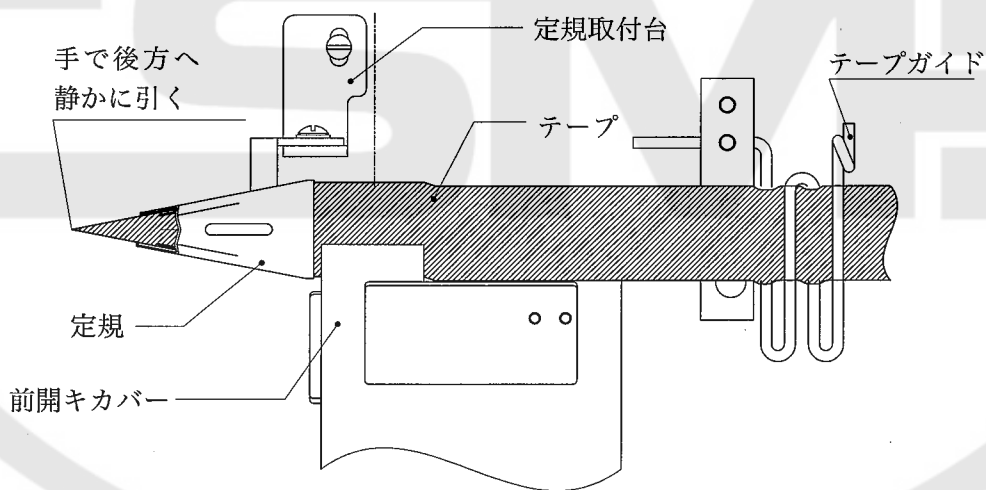

図 1-2
- (1)図 1-2 のようにテープガイドへ通してから、定規に通してください。
- (2)定規から出たテープの先端を、手で後方に静かに引き出し、テープが4ツ折れの状態になったところで押エの下に入れてください。